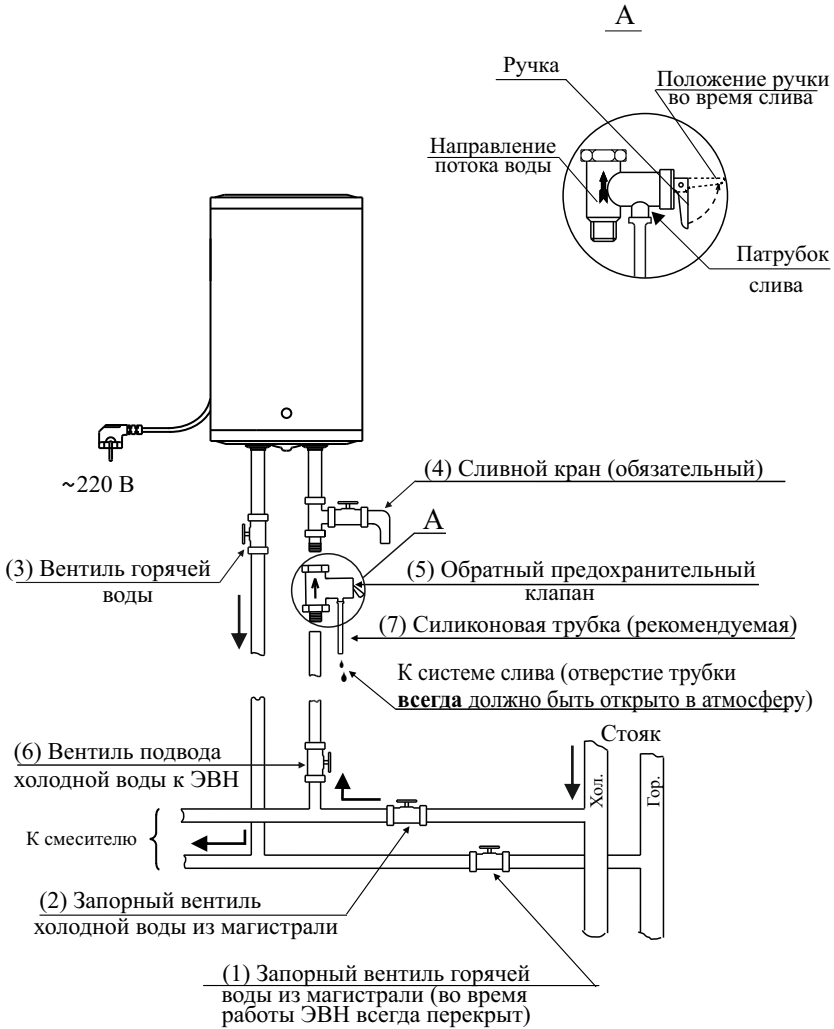

Рисунок 4 - Схема подключения к водопроводной сети
- Заполните ЭВН водой. Для этого перекройте запорный вентиль горячей воды из магистрали (1), закройте сливной кран (4), откройте запорный вентиль холодной воды из магистрали (2), вентиль подвода холодной воды к ЭВН (6), вентиль горячей воды (3) и кран горячей воды на смесителе. ЭВН заполнен, когда из крана горячей воды на смесителе начнет вытекать, с полным напором, вода. Закройте кран горячей воды на смесителе (см. рисунок 4).
- При необходимости полного слива воды из ЭВН (например, при профилактике) надо отключить ЭВН от электрической сети, перекрыть вентиль подвода холодной воды к ЭВН (6), вентиль горячей воды (3) должен быть открытым, открыть кран горячей воды на смесителе и сливной кран (4), через который и слить воду (см. рисунок 4).